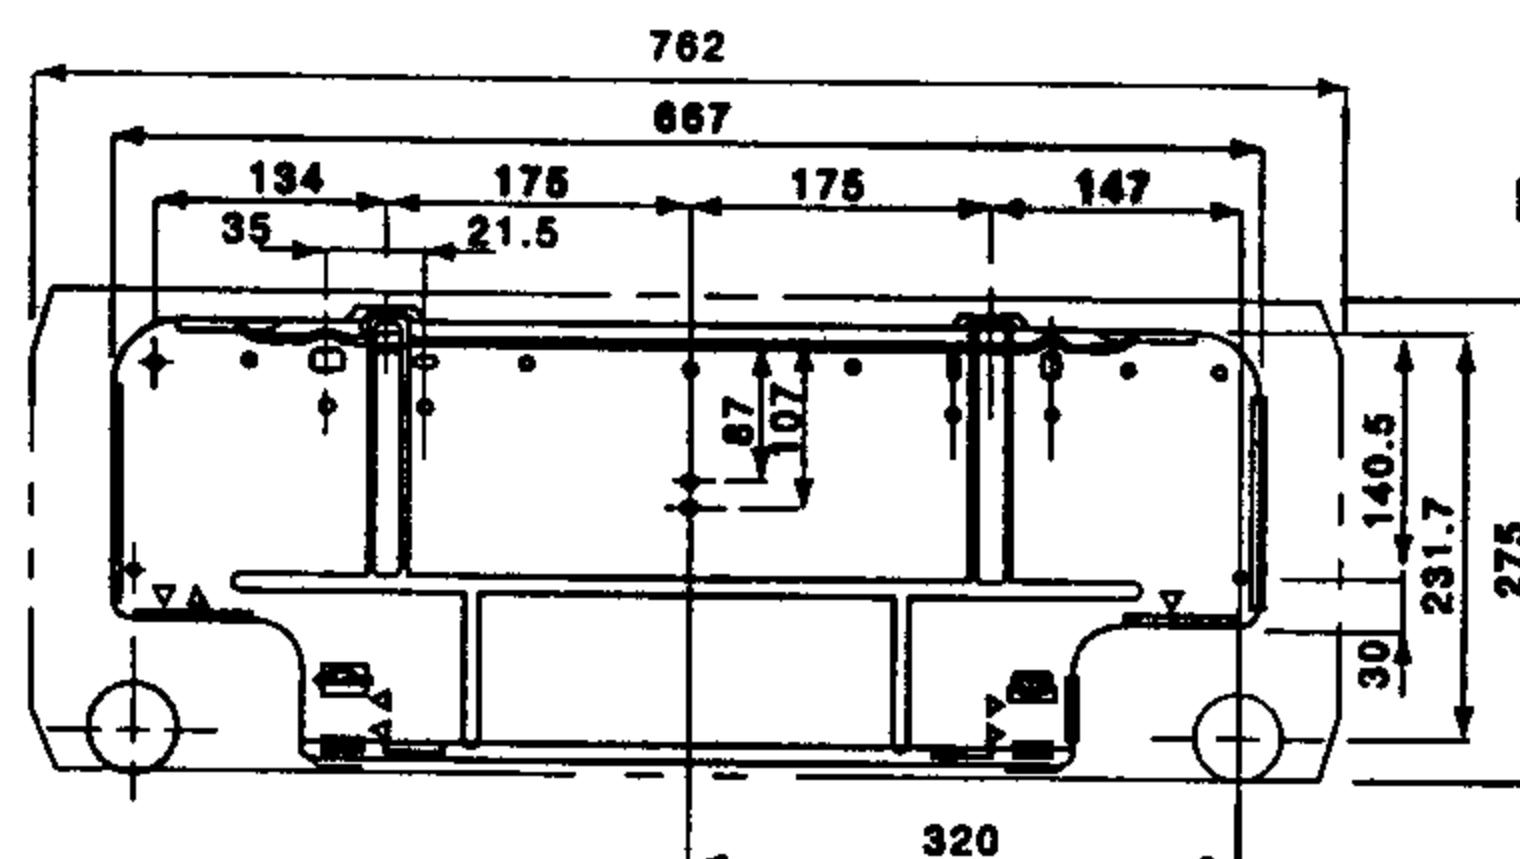

Fig. 1
2. Установите монтажную плиту горизонтально и закрепите на строительных элементах (рейках, косяках и т.п.) стены с помощью 4 монтажных винтов (рис. 1).